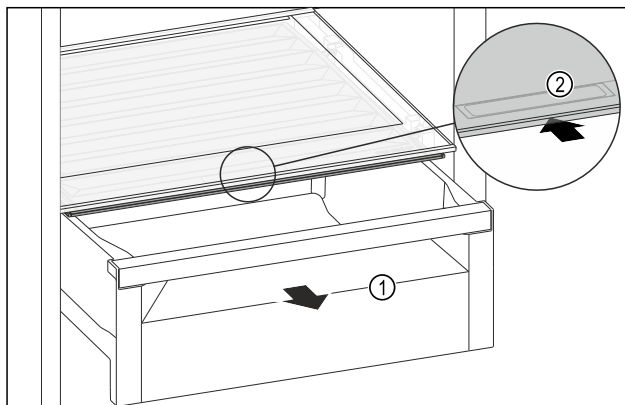

Fig. 136
- Zásuvku Fig. 136 (1) vytáhněte.
- Uchopte prohlubeň pro rukojeť Fig. 136 (2) na víku zásuvky a současně zasuňte víko zásuvky směrem dozadu.